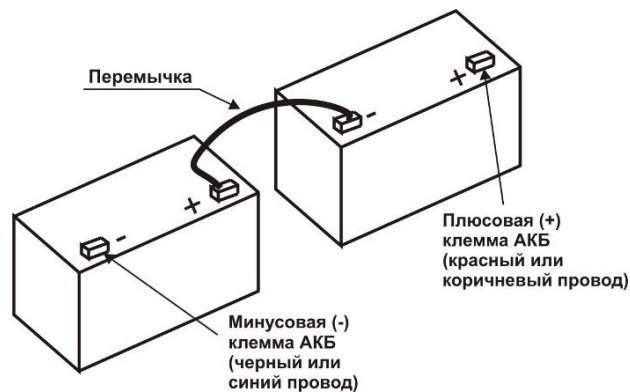

Рис.10 Размещение батарей и их подключение
- 2) Установите входящую в комплект поставки переключку как показано на Рис.10.